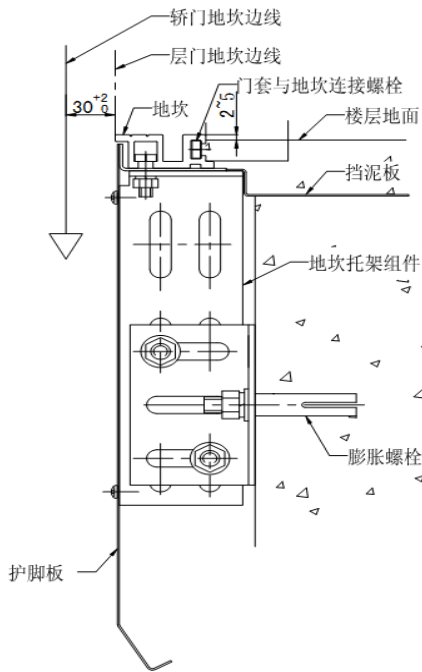

图 14-3 混凝土井道地坎
14.1.1.3 将地坎、地坎托架组件用螺栓连成一个整体。如果井道为混凝土时, 在墙面安装位置上用冲击钻打出 M12 的膨胀螺栓孔, 将地坎托架组件安装于规定的位置上, 见图 14-3。如果井道为铝型